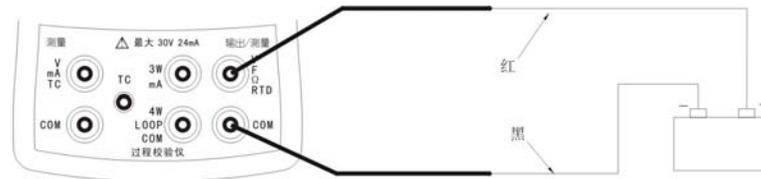

图 9 输出/测量端测量电压
- (1) 按  选择测量模式。
- (2) 按  直至屏幕下方显示“V”或“mV”测量。
- (3) 按照图 9 方式连接校验仪。
- (4) 屏幕下方将显示正确的测量值。